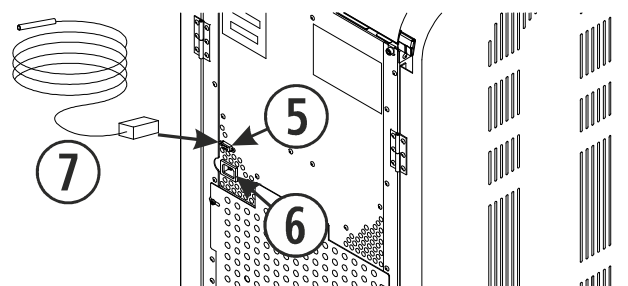

Figura 8
A sonda de ambiente (①) e o cabo de alimentação ligam-se na parte traseira da estufa indica a *figura 8*. Saberemos que a estufa o reconhece porque veremos a temperatura ambiente no painel de comandos. Se ligarmos um termostato ou contacto, no lugar de visualizar a temperatura ambiente aparecerá (·) indicando-nos que há algo ligado na porta de comunicação.